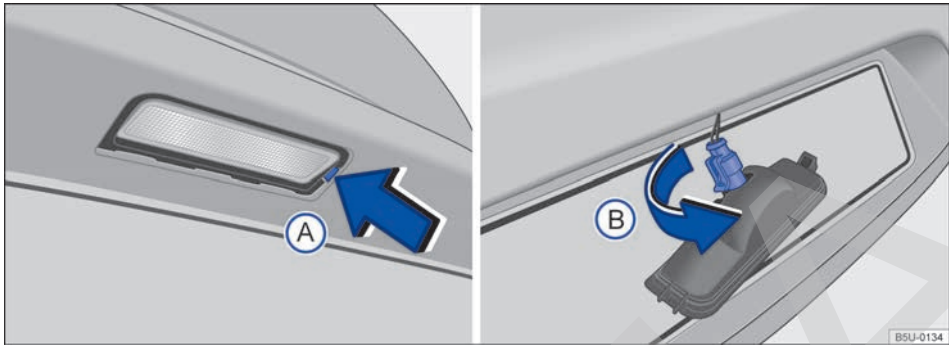

Fig. 185 En el paragolpes trasero: retirar la luz de la placa de licencia y el portalámparas.
2. Con el auxilio de un destornillador, presionar la traba ⇒ fig. 185 (A) para quitar el conjunto.
3. Girar el portalámparas en el sentido de la flecha (B), y desenchajarlo del alojamiento.
7. Presionar el portalámparas en el alojamiento y girar en el sentido contrario al de la flecha (B).